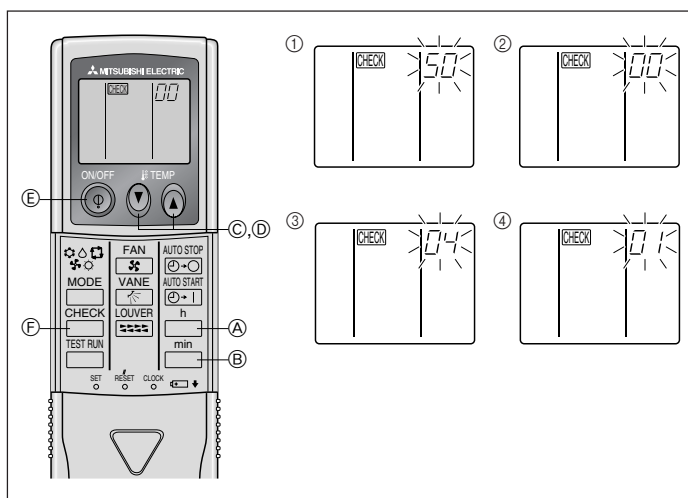

Fig. 6-9
- ⑧ Drücken Sie die MODE-Taste (E), und die Betriebsart- und Einstellnummern (I) und (II) werden stetig (nicht-blinkend) angezeigt, und die vorgenommenen Einstellungen können überprüft werden.
- ⑨ Die Tasten FILTER (A) und TEST RUN (B) gleichzeitig drücken und mindestens zwei Sekunden lang gedrückt halten. Das Funktionswahlbild verschwindet kurzzeitig, und die Anzeige Klimaanlage OFF erscheint.
2) Für die drahtlose Fernbedienung (Fig. 6-9)
- ① Gehe zu der Betriebsart Funktionswahl. Die -Taste (F) zweimal kurz nacheinander drücken. (Nehmen Sie diesen Schritt vor, wenn das Fernbedienungsdisplay gestoppt ist.) **CHECK** leuchtet und "00" blinkt. Die temp--Taste (C) zur Einstellung von "50" einmal drücken. Die drahtlose Fernbedienung auf den Empfangssensor der Innenanlage richten und die -Taste (A) drücken.
- ② Einstellung der Anlagennummer. Die temp- (C) und (D)-Taste zur Einstellung der Anlagennummer "00" drücken. Die drahtlose Fernbedienung auf den Empfangssensor der Innenanlage richten und die -Taste (B) drücken.
- ③ Eine Betriebsart wählen. Mit den Tasten (C) und (D) 04 eingeben, um die Einstellung der Betriebsspannung zu ändern. Die drahtlose Fernbedienung auf den Empfangssensor der Innenanlage richten und die -Taste (A) drücken.